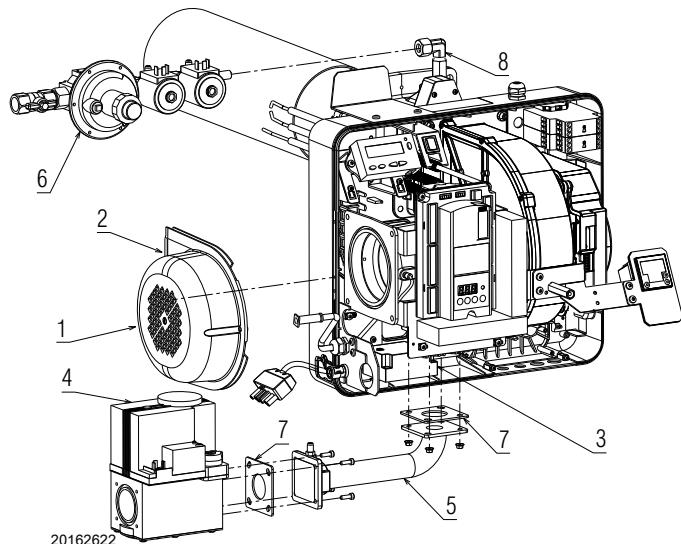

图 17
- 用标配的螺丝 2) 将保护罩 1) (图 17) 组装好。
- 将高压电缆连接到变压器 3) (图 17) 上，离子探针与从程控器中引出的相应电缆连接。
- 使用螺丝、螺母和标配的垫片固定燃气阀组单元 4) (图 17) 和燃气管 5)。插入垫片 7)，如图 17 所示。
- 组装标配的点火枪阀组 6) (图 17)。
- 将点火枪燃气阀组 6) (图 17) 插到连接器 8) 上，并拧紧螺母。
警告 注意垫片 7) (图 17) 的位置和气体密封状态。
警告 在操作过程中使用合适的密封剂并检查气体密封情况，特别是管 5) (图 17) 的密封情况。